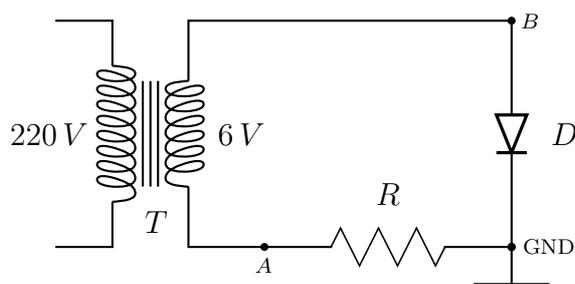

Figura 6.8: *Circuito propuesto para trazar la curva característica de un diodo en un osciloscopio.*
- Arme un circuito como el de la figura 6.8. Determine cuidadosamente el valor de la resistencia R para no quemar al diodo ni al transformador. Conecte las puntas de medición del osciloscopio a los puntos A, B y GND (piense cómo lo va a hacer) y colocando al instrumento en modo X-Y, observe en la pantalla la curva característica de un diodo común.